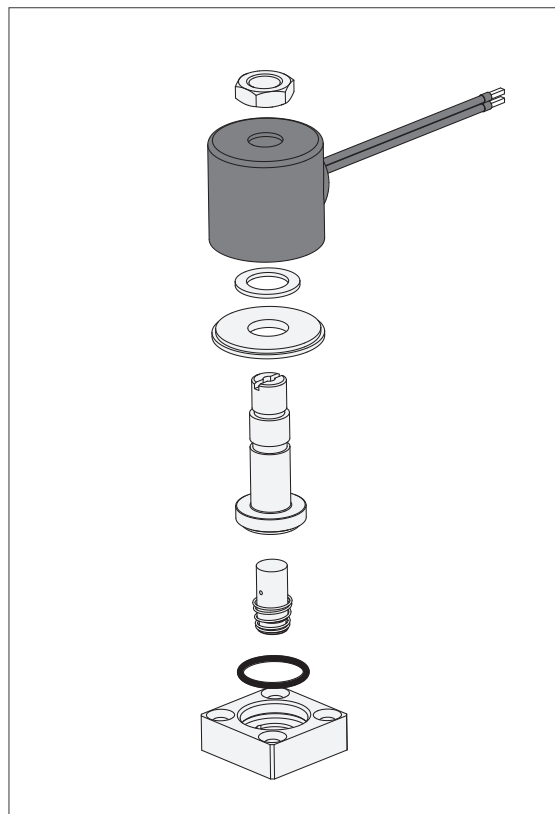

Figura 2. Válvula 40M, vista explodida
1. Desmonte a válvula (consulte a Figura 2).